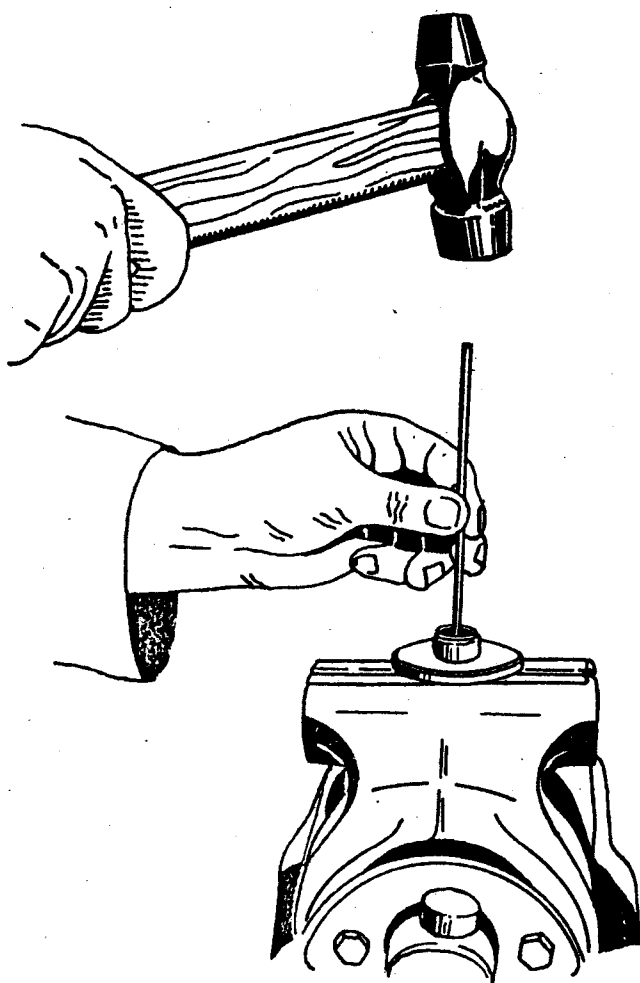

Рис. 97. Выпрессовка поршня из клапана управления
- в случае плохого состояния уплотнительной манжеты верхнего конца поршня клапана выпрессовать его (рис. 97);